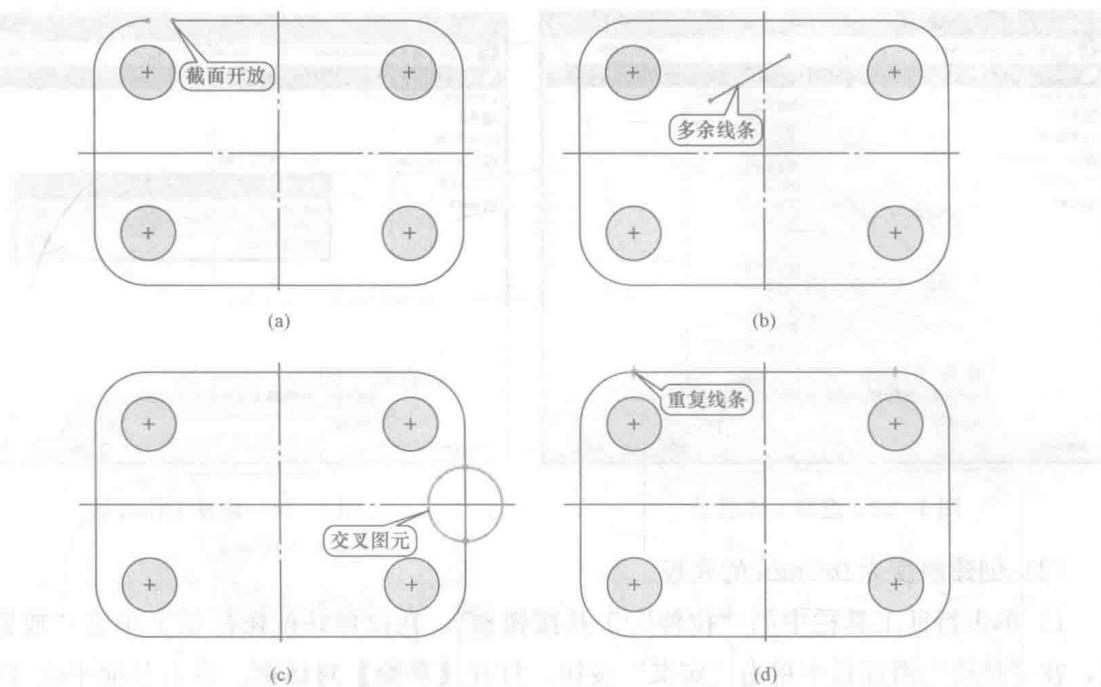

图 1-21 截面未完成示例
(6) 拉伸特征创建失败的原因。当完成草绘截面，单击草绘工具栏中的“完成”按钮 $\checkmark$ 后，弹出如图 1-20 所示的【未完成截面】对话框时，可在“信息提示区”查看截面未完成的原因：截面不封闭，截面轮廓中存在多余的线条，截面线条相互交叉，截面存在重复线条，如图 1-21 所示。